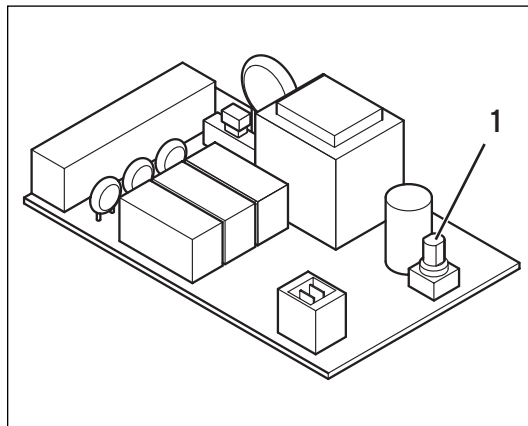

Fig. 4.3 Indstilling af busadresse
- Indstil de enkelte buskoblere adressekontakt (1) (se fig. 4.3) på deres busadresse.